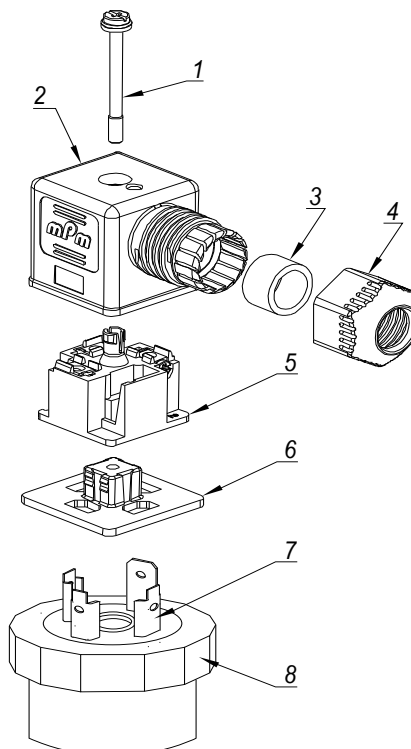

Abb. 5.1 Steckverbinder nach EN 175301-803
- Schraube (1) (Abb. 5.1) lösen und die Buchse (2+5+6) von den Kontakten (7) trennen.
- Kontaktträger (5) über die Montageöffnung auf der Flachdichtung (6) aus dem Gehäuse (2) hebeln.